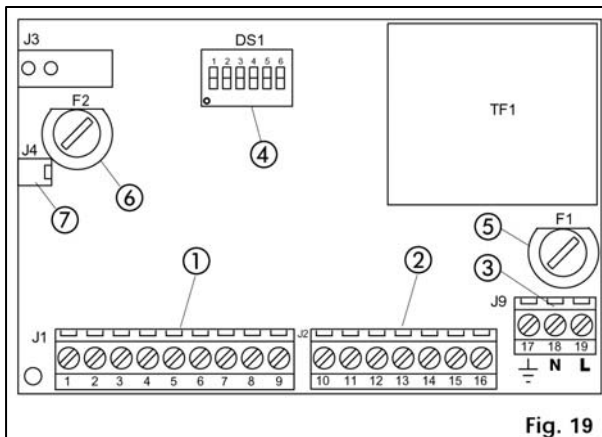

Fig. 19
Zekering	2 (zie fig. 19)
(1) Klem J1 (fig. 19): Deze wordt gebruikt om alle toebehoren aan te sluiten (zie Tabel 3)
(2) Klem J2 (fig. 19)
(3) Klem J9 (fig. 19)